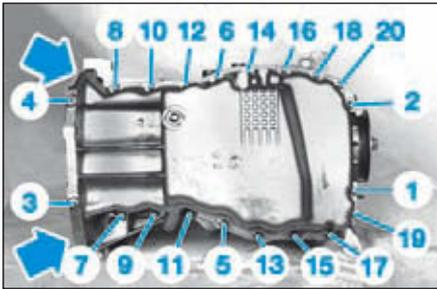

FIG.23
- Avant de serrer les vis de fixation du carter d'huile, veiller à aligner son plan de joint, avec celui du bloc-cylindres, côté volant moteur (Fig.23).